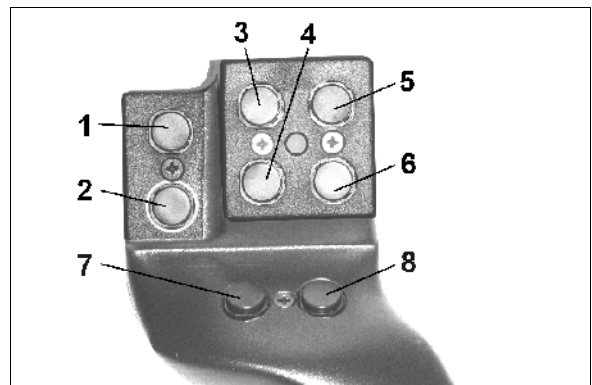
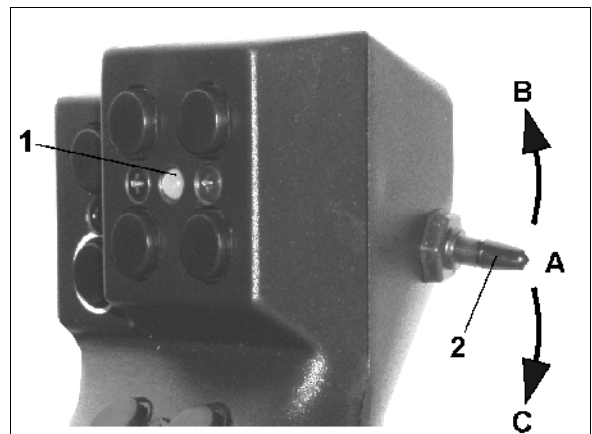

Рис. 97
Рис. 98
Для обслуживания **AMATRON⁺** многофункциональная рукоятка (Рис. 97) имеет 8 клавиш (1 - 8). Кроме того при помощи переключателя (Рис. 98/2) назначение клавиш может изменяться 3-кратно.
-  центральном положении (Рис. 98/A) и может переставляться
-  вверх (Рис. 98/B) или
-  вниз (Рис. 98/C).
Положение переключателя отображается посредством светодиода (Рис. 98/1).